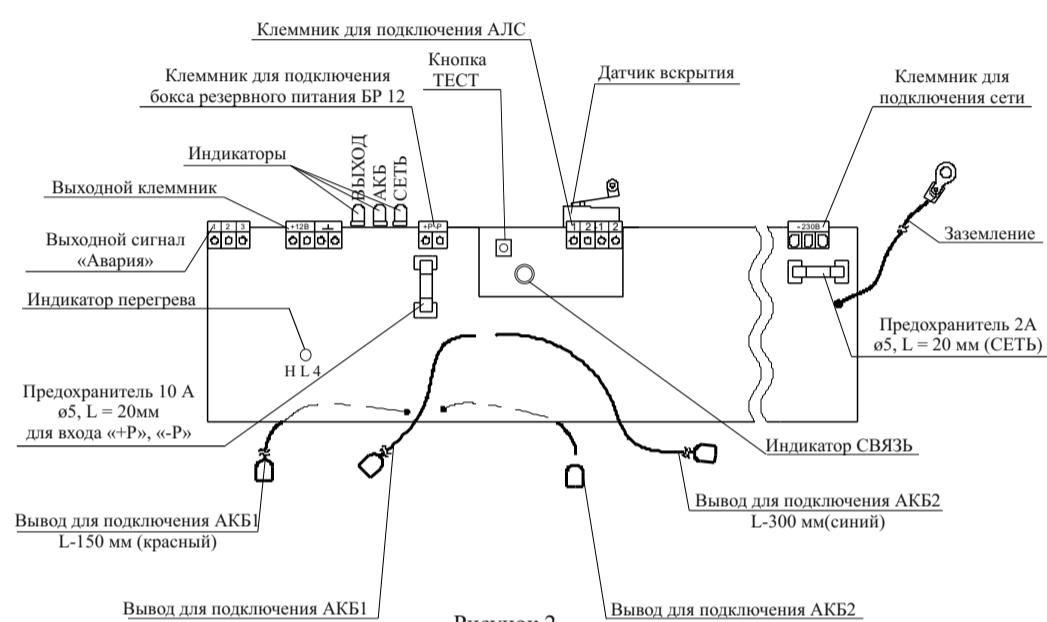

Рисунок 2
6.3 Подключение источника (см. рисунок 2) производить в следующей последовательности:
Если используется только одна АКБ, рекомендуется подключать её к коротким выводам АКБ 1 (L-150 мм) в соответствии с цветовой маркировкой (см. рисунок 2) и выбрать её в настройках при конфигурении системы.